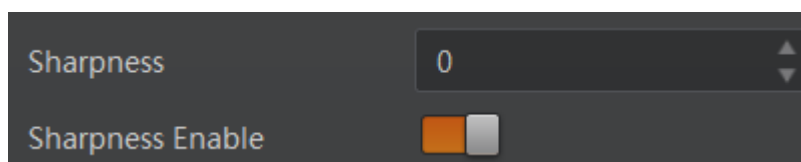

图7-30 锐度设置
2. 在 *Sharpness* 参数中输入需要设置的数值，如图 7-30 所示，参数范围为 0~100。